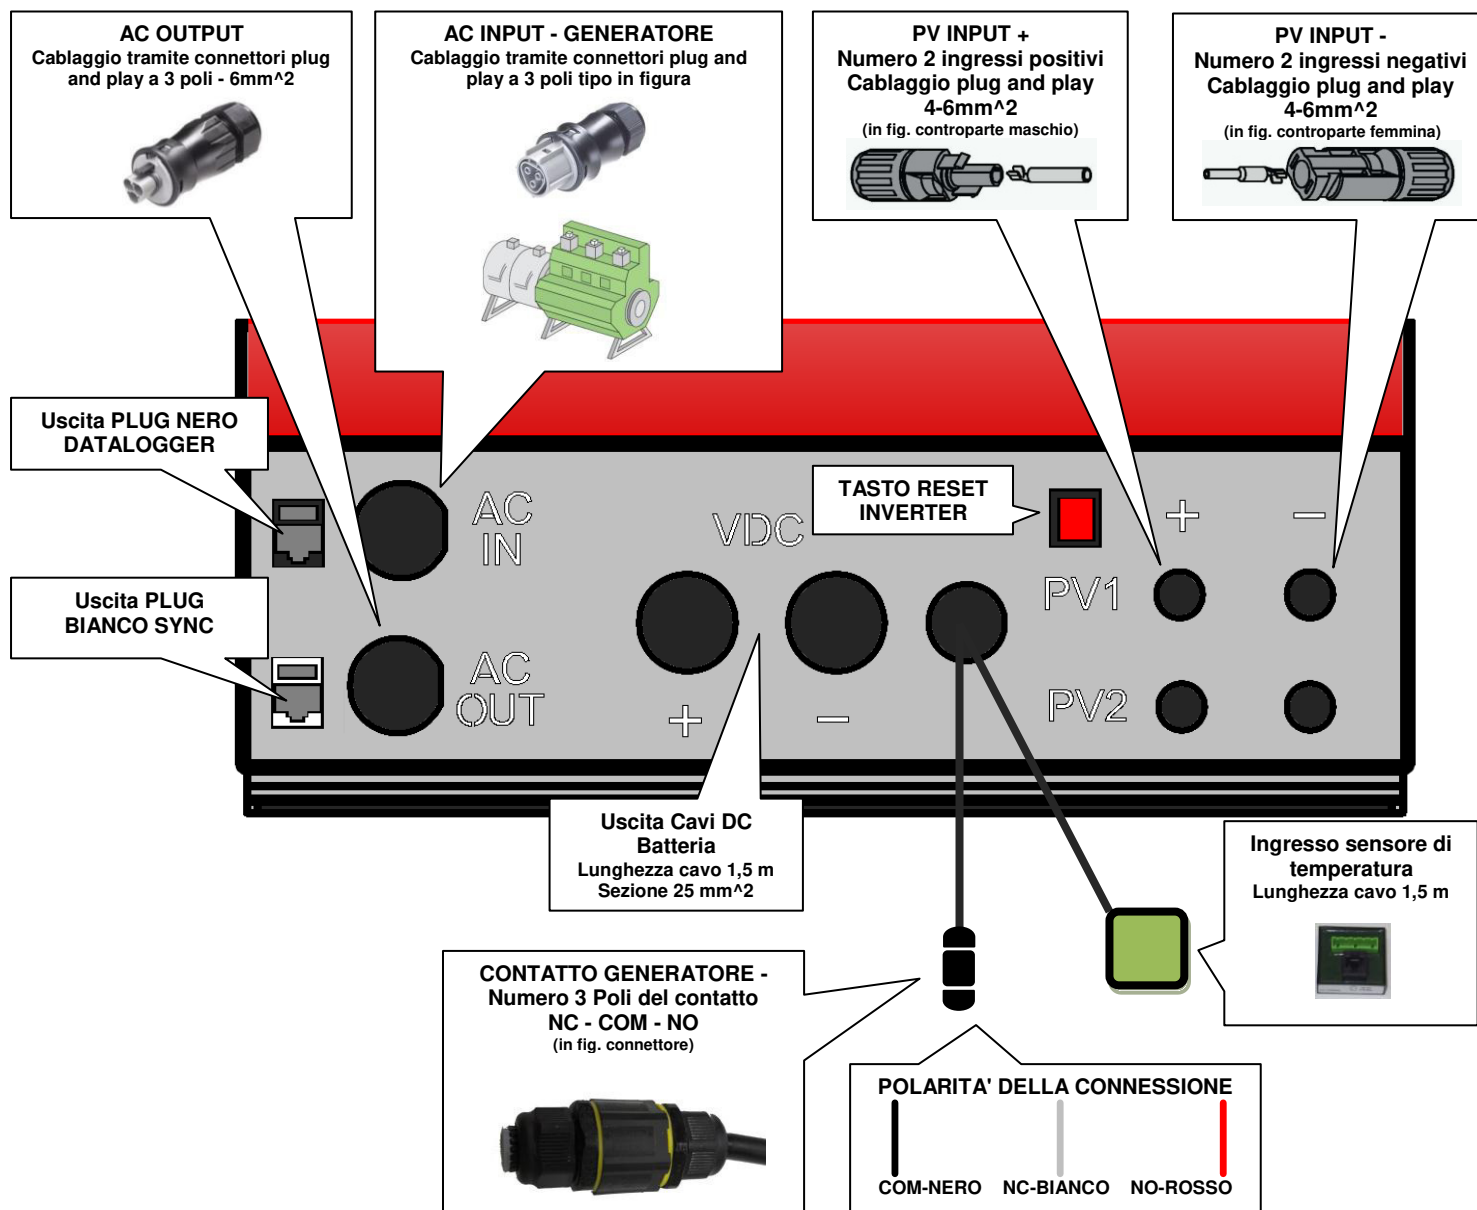

Fig.12 Cablaggio
**ATTENZIONE:** in caso di **BLOCCO** dell'inverter, nessuna tensione di alimentazione sull'uscita **AC-OUT**, causa una delle tre condizioni di anomalia indicate in Tab.4, è necessario un **RIAVVIO** dell'apparecchio, attraverso la pressione del tasto di **RESET** presente alla base dell'apparecchio (Fig. 12).
Appena realizzati i collegamenti come in Fig.12 è necessario procedere avviamento e collaudo del sistema: